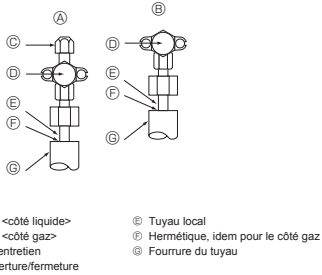

Fig. 4-4
4.4. Test d'étanchéité des tuyaux de réfrigérant (Fig. 4-4)